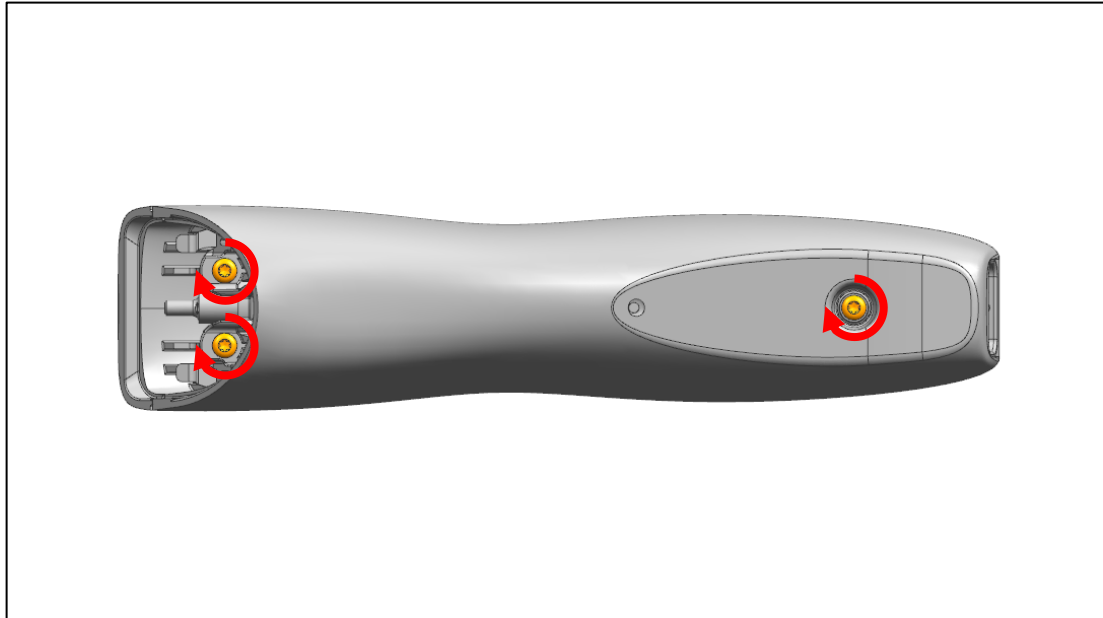

Abb. 27
- c) Verschrauben Sie das Gehäuseunterteil mit dem -oberteil mit drei Schrauben (Abb. 27). Benutzen Sie hierfür einen Torx7-Schraubendreher.